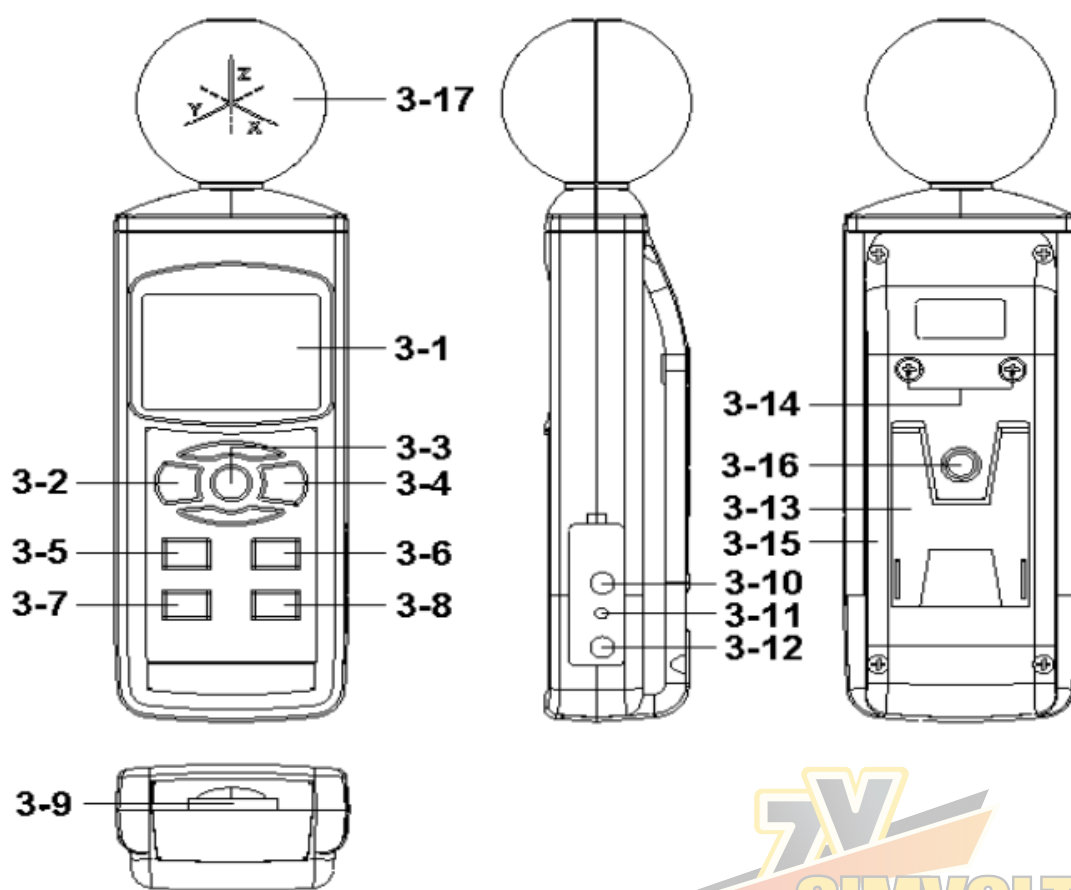

Рисунок 1
1. Увімкніть вимірювач, натиснувши кнопку «Живлення» (3-2, рисунок 1) протягом > 1,5 секунд безперервно.
** Натискання кнопки «Живлення» (3-2, рисунок 1) протягом > 1,5 секунд знову вимкне вимірювач.*
2. Виберіть функцію вимірювання, натиснувши та утримуючи кнопку «Функції» (3-6, рисунок 1), щоб вибрати функцію вимірювання осі X, осі Y, осі Z та осі XYZ.
3. Виберіть одиницю вимірювання натиснувши та утримуючи кнопку «UNIT» (одиниці вимірювання) (3-5, рисунок 1), щоб вибрати...
Під час вимірювання натисніть кнопку утримання даних (Hold) (3-3, рисунок 1) один раз, щоб зафіксувати виміряне значення, і символ «HOLD» засвітиться. Повторне натискання кнопки утримання даних (Hold) вимкне функцію утримання даних (3-3, рисунок 1). Символ HOLD згасне.
1. Функція запису даних записує максимальні та мінімальні значення. Натисніть кнопку «REC» (3-4, рисунок 1) один раз, щоб розпочати функцію запису даних, і засвітиться символ «REC».
- а) Натисніть кнопку «REC» (3-4, рисунок 1) один раз, індикатори «REC» та «MAX» засвіяться, і на дисплеї з'явиться максимальне значення.
- б) Знову натисніть кнопку «REC» (3-4, рисунок 1), індикатори «REC» та «MIN» засвіяться, і на дисплеї з'явиться мінімальне значення.
а. Вставте SD-карту. Підготуйте «карту пам'яті SD» (від 1 ГБ до 16 ГБ, опційно). Вставте SD-карту в «Роз'єм для SD-карти» (3-9, рисунок 1). Передня панель SD-карти повинна бути спрямована до корпусу.
Натискайте кнопку «Реєстратора» (3-8, рисунок 1) > 1,5 секунди безперервно, на РК-дисплеї з'явиться текст індикатора «LOGGER», який блиматиме щосекунди. Одночасно виміряні дані разом з інформацією про час будуть збережені в пам'яті.
Під час виконання функції реєстратора даних, якщо натиснути кнопку «Реєстратора» (3-8, рисунок 1) один раз, функція реєстратора даних буде призупинена (зупинка для тимчасового збереження вимірюваних даних в пам'яті). Одночасно символ «LOGGER» перестане блимати.
Якщо знову натиснути кнопку «Реєстратора» (3-8, рисунок 1), реєстратор даних знову запуститься, символ «LOGGER» почне блимати.
Під час виконання функції реєстратора даних натисніть і утримуйте кнопку «Реєстратора» (3-8, рисунок 1) > 1,5 секунди безперервно ще раз. Завершиться робота реєстратора даних, напис "»LOGGER» зникне, і функція реєстратора даних завершиться.
Натисніть кнопку «Реєстратора» (3-8, рисунок 1) > 1,5 секунди, на РК-дисплеї відобразиться індикатор «LOGGER» та символ «Номер позиції». Потім натисніть кнопку «Реєстратора» (3-8, рисунок 1) один раз, символ «LOGGER» блимне один раз, і пролунає один звуковий сигнал, одночасно дані вимірювання збережуться в пам'яті.
Під час виконання функції ручного реєстратора даних можна використовувати кнопку «▲» (3-5, рисунок 1) або кнопку «▼» (3-6, рисунок 1), щоб встановити № позиції вимірювання (від 1 до 99) для визначення місця вимірювання. На верхньому дисплеї відобразиться Р x (x = від 1 до 99).
Під час виконання функції реєстратора даних натисніть кнопку «Реєстратора» (3-8, рисунок 1) > 1,5 секунди, щоб завершити функцію реєстратора даних, номер позиції. «РХХ» зникне, і функція реєстратора даних завершиться.
Під час звичайного вимірювання (не запускаючи реєстратор даних), якщо один раз натиснути кнопку «Час» (3-7, рисунок 1), на РК-дисплеї послідовно відобразиться інформація про час: рік/місяць/день, година/хвилина/секунда та інформація про час вибірки.
Після виконання функції реєстратора даних вийміть SD-карту з «Роз'єму SD-карти» (3-9, рисунок 1).